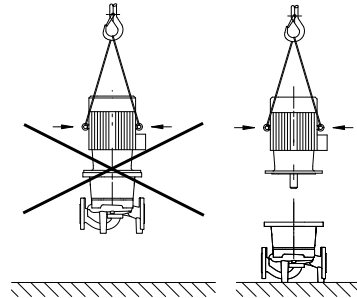

Fig. 7: Transport av motoren
- Transportløkkene på motoren er bare godkjent for transport av motoren, ikke hele pumpen (Fig. 7).